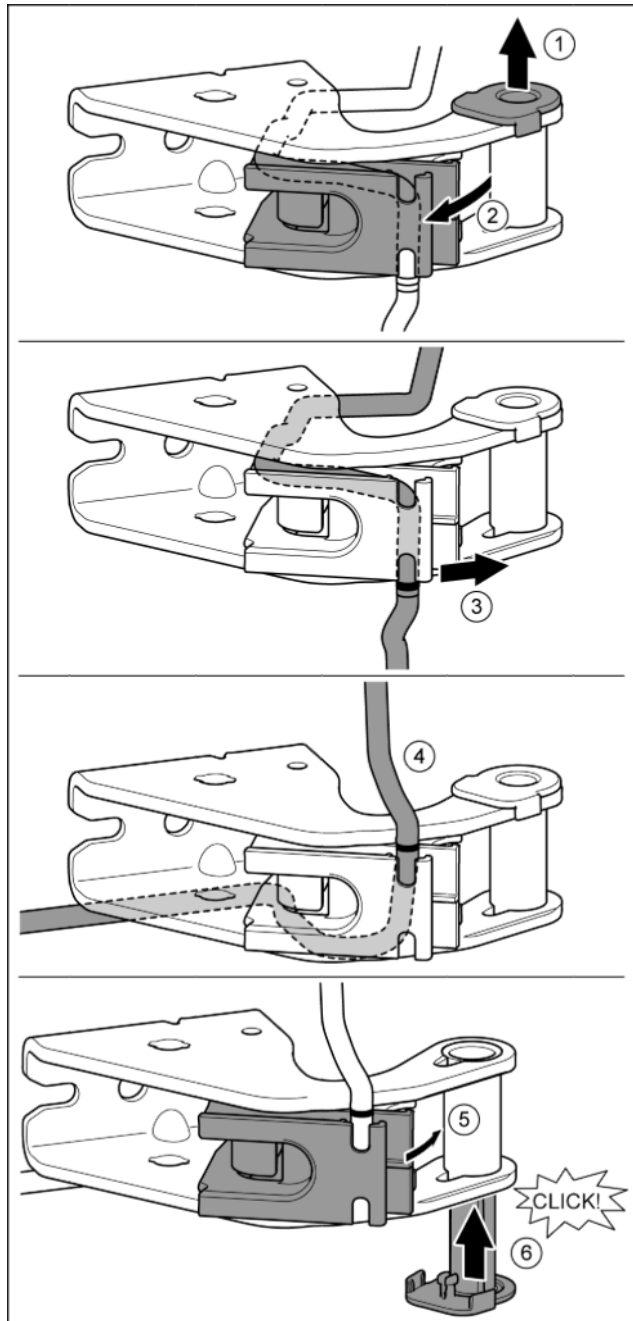

Fig. 24
- ▶ Vytáhněte ložiskové pouzdro z vedení. Fig. 24 (1)
- ▶ Otočte držák kabelu ven. Fig. 24 (2)
- ▶ Uvolněte kabel z vedení. Fig. 24 (3)
- ▶ Vložte kabel zrcadlově obráceně. Fig. 24 (4)
- ▶ Otočte držák kabelu dovnitř. Fig. 24 (5)
- ▶ Ložiskové pouzdro vložte z druhé strany a zaklesněte. Fig. 24 (6)